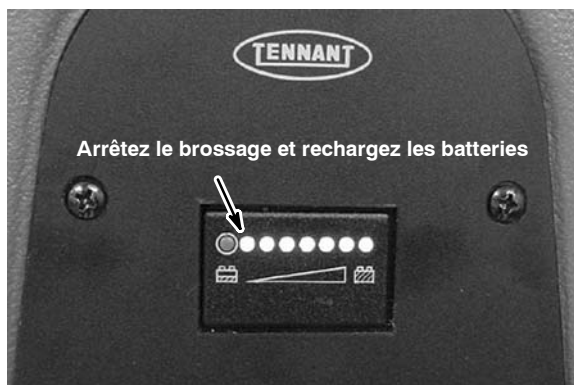

FIG. 25
**INDICATEUR DE NIVEAU DES BATTERIES DU MODÈLE NON TRACTÉ:** lorsque le niveau de charge atteint la dernière lumière jaune, celle-ci se met à clignoter; arrêtez le brossage et rechargez les batteries (Figure 25). Si la lumière rouge apparaît, la fonction de brossage s'arrête automatiquement. Ceci permet de protéger les batteries contre un déchargement total. Rechargez les batteries immédiatement.